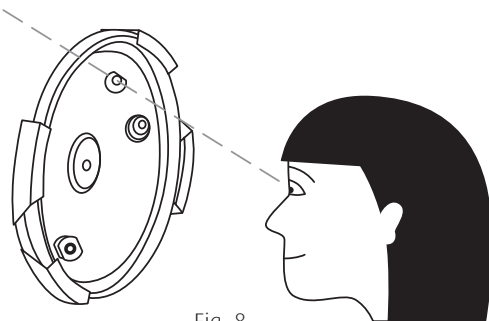

Fig. 8
1. Antes de utilizarla, asegúrese de que el orificio tanto de la válvula de seguridad como de la válvula de liberación de vapor no estén obstruidos. (Fig.8 Observe si el tubo de escape de vapor está obstruido o no.)